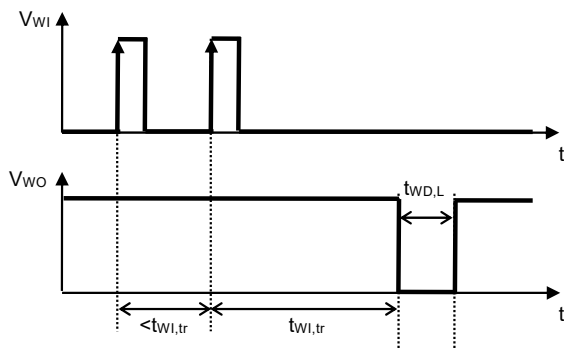

图10 看门狗触发时间
- \*1. 看门狗定时器进行超时或双脉冲检测后, WO端子保持 "L" 的时间 (参阅图10)。此值可以通过 $C_{DLY}$ 的电容值进行更改。
- \*2. 从看门狗定时器开始进行触发信号检测后, 到检测出超时, 并且WO端子输出变化为 "L" 为止的时间 (参阅图10)。此值可以通过 $C_{DLY}$ 的电容值进行更改。